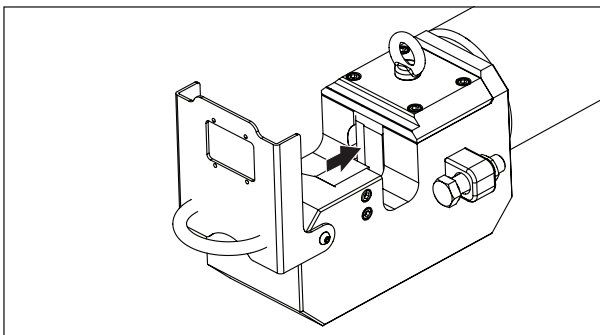

Figura 8, Stelo e lama in posizione Home (completamente retratta)
Assicurarsi sempre che lo stelo e la lama mobile siano del tutto retratti in posizione "Home" prima di posizionare qualsiasi materiale nella testa di taglio. Vedere la figura 8.
2. Verificare che lo stelo si trovi in posizione "Home" (completamente retratto). Vedere la figura 8.
- 1. Attivare la pompa. Spostare lo stelo in posizione "Home" (completamente retratta). Vedere la figura 8.
1. Attivare la pompa. Spostare lo stelo in posizione "Home" (completamente retratta). Vedere la figura 8.